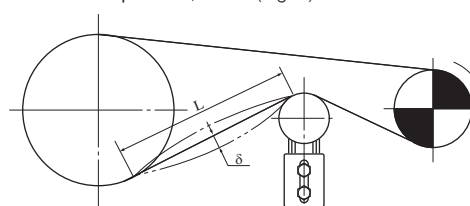

Fig. 7 Posição ancorada do tensionador
- 4) Empurre sobre a corrente o tensionador e, se a folga estiver adequada (δ), aperte a porca e o apoio ao tensionador. O valor deve ser menor que $\delta = 0,02 \times L$. (Fig. 7)